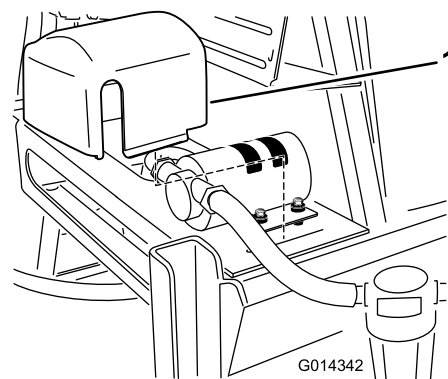

Figura 28
6. Instale a cobertura da bomba de lavagem sobre a bomba (Figura 28).
2. Instale o temporizador no local indicado na Figura 28.